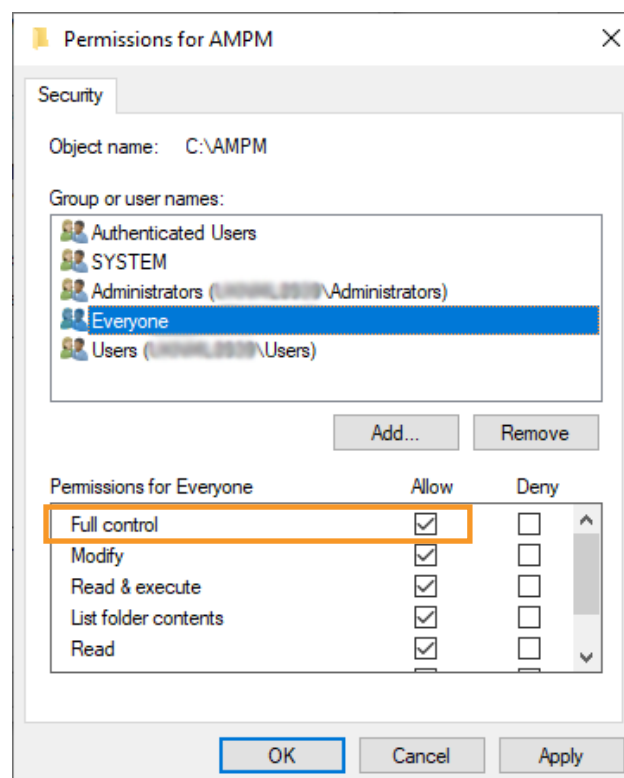

Abbildung 43 „Full control“ (Volle Kontrolle) zulassen
4. Markieren Sie **everyone** und erlauben Sie **Full control** (Volle Kontrolle) (siehe Abbildung 43).